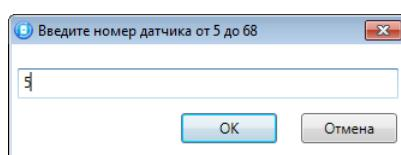

Рисунок 3.3 — Ввод номера радиоустройства
2. В открывшемся окне укажите будущий номер радиоустройства из числа еще не занятых в нумерации ШС и радиоустройств (в диапазоне, указанном в заголовке окна) и нажмите кнопку *OK* (см. рисунок 3.3).